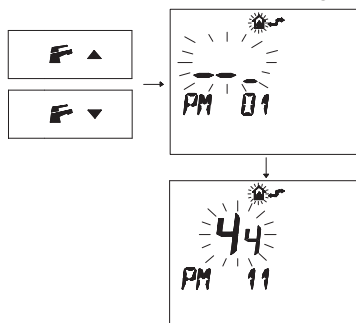

Fig. 5.57
- Premere i pulsanti o per visualizzare la programmazione "PM11" della postcircolazione pompa (Fig. 5.57).